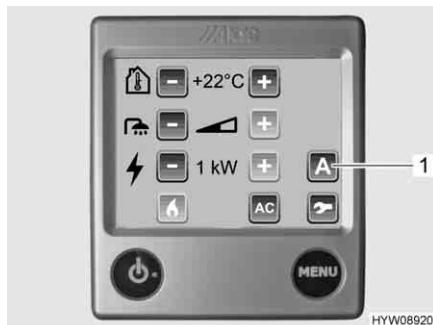

Fig. 165 Menu delle impostazioni (ventola aggiuntiva)
La ventola aggiuntiva viene azionata tramite la centralina di controllo (Fig. 165) del riscaldamento ad acqua calda.
- Premere il pulsante "A" (Fig. 165,1). Vengono visualizzate le funzioni.